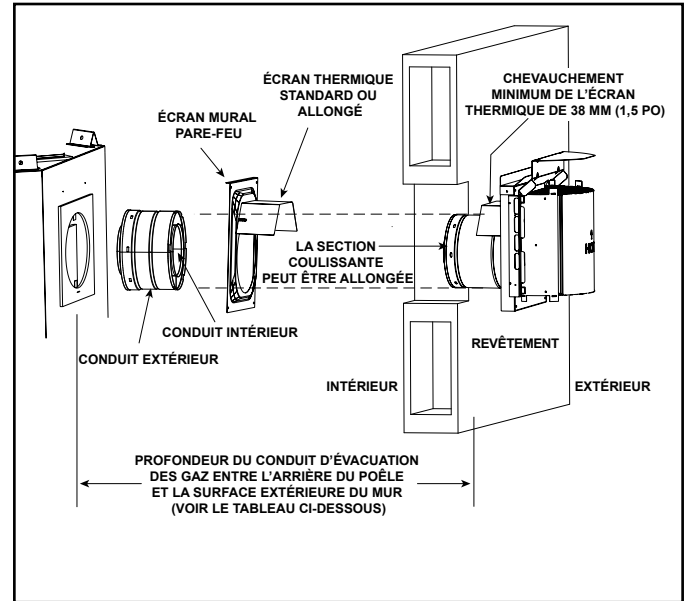

Figure 7.17 Conduit traversant le mur
- **NE PAS** enlever les écrans thermiques fixés à l'écran mural pare-feu et à l'extrémité du terminal horizontal (présenté à la figure 7.17).
L'écran thermique est en deux parties. L'une des parties a été fixée à l'écran mural pare-feu lors de la fabrication. L'autre partie a été fixée à l'extrémité du terminal lors de la fabrication. Voir la figure 7.17.